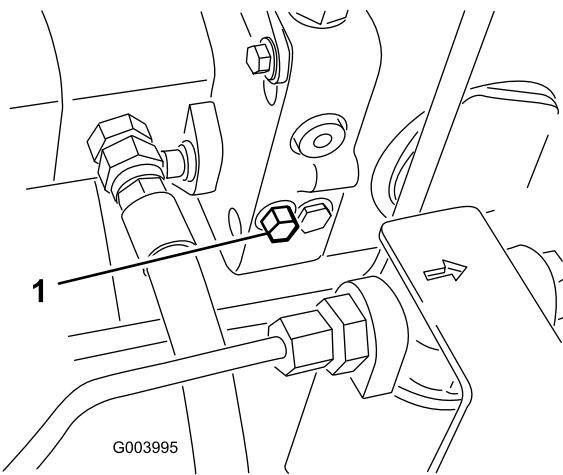

Bild 25
1. Suchen Sie das Sicherheitsventil auf der linken Seite des Hydrostatikantriebs (Bild 25).